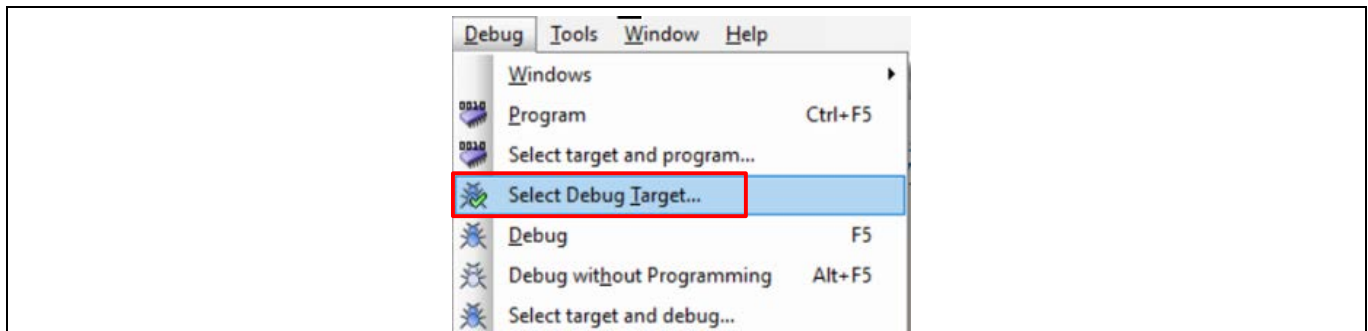

Figure 48 デバッグ ターゲットの選択
1. Figure 48 に示すように、PSoC™ Creator メニューから、**Debug > Select Debug Target** を選択してください。